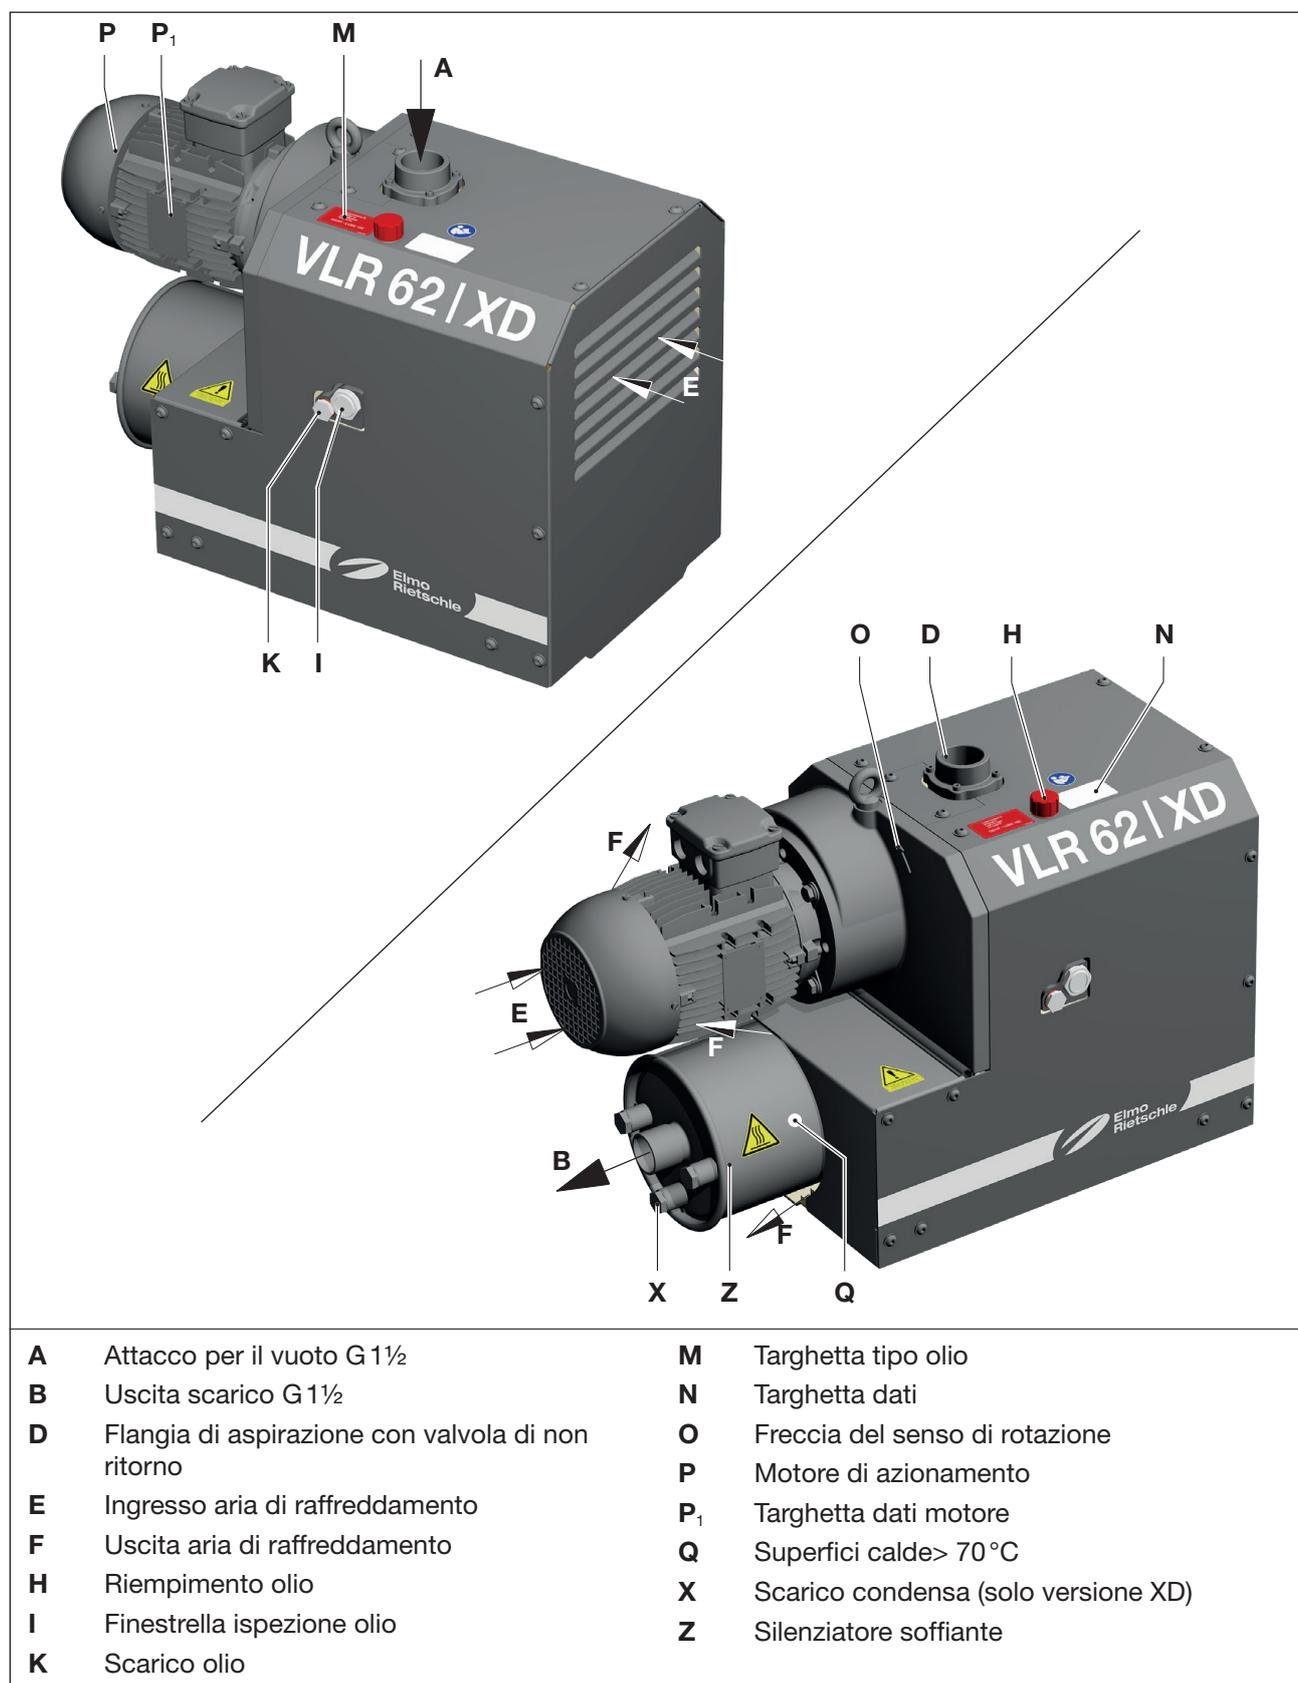
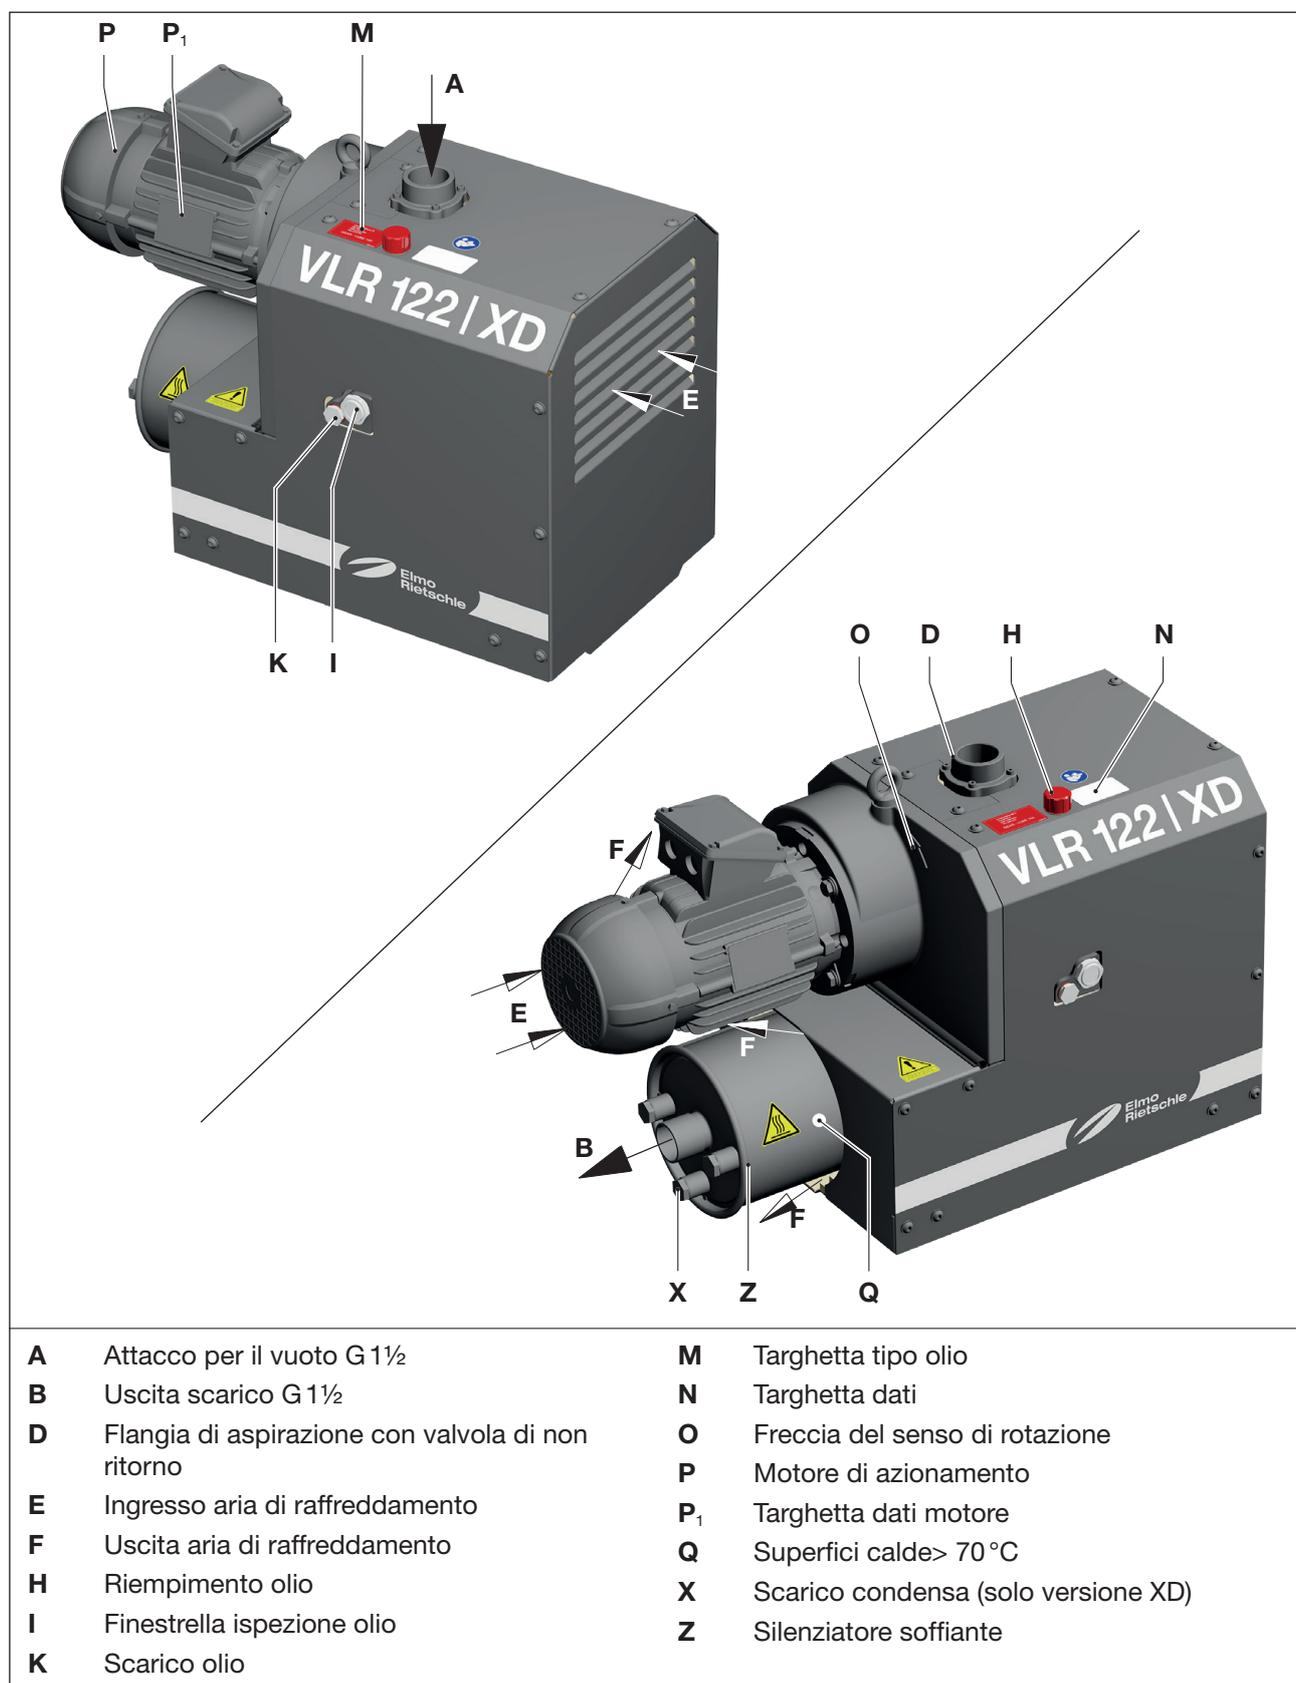

Fig. 2 Pompa per vuoto C-VLR 62 XD con raffreddamento attivo (CD identico)
Fig. 3 Pompa per vuoto C-VLR 122 XD con raffreddamento attivo (CD identico)
La VLR xx2 è incapsulata in una calotta isolante. Per dissipare il calore generato dalla pompa, l'aria di raffreddamento viene aspirata da un radiatore a tamburo che aspira l'aria di raffreddamento fresca (Fig. 2-Fig. 3/E) e soffia l'aria riscaldata dall'uscita dell'aria di raffreddamento (Fig. 2-Fig. 3/F), fra la pompa e la calotta. L'azionamento avviene tramite un giunto con collegamento a un motore trifase standardizzato flangiato.
La VLR xx2 ha una flangia di raccordo sul lato aspirazione e un silenziatore soffiante (Fig. 2-Fig. 3/Z) sul lato pressione. La valvola di non ritorno integrata impedisce l'aerazione del sistema sotto vuoto dopo lo spegnimento della pompa. Questa valvola di non ritorno contiene un filtro a setaccio per evitare danni da contaminazione. A seconda della variante meccanica, una valvola di limitazione del vuoto è integrata nella macchina.
- Riempimento olio (Fig. 2- 3/H), finestrelle ispezione olio (Fig. 2- 3/I) e scarichi olio (Fig. 2- 3/K) devono essere facilmente accessibili.
- Rimuovere i tappi ciechi dal collegamento del vuoto (Fig. 2- 3/A) e dall'uscita dell'aria di scarico (Fig. 2- 3/B).
- Collegare la tubatura sul collegamento vuoto (Fig. 2- 3/A).
- L'aria aspirata può essere soffiata tramite lo scarico di uscita aria (Fig. 2- 3/B) sul silenziatore soffiante (Fig. 2- 3/Z) o trasportata fuori tramite flessibile o tubazione.
- Controllare il livello dell'olio lubrificante sulla finestrella ispezione olio (Fig. 2- 3/I) ed eventualmente aggiungerlo.
- Riempire l'olio lubrificante per ingranaggi e cuscinetti nel punto di riempimento dell'olio (Fig. 2- 3/H) fino al centro della spia di livello (Fig. 2- 3/I).